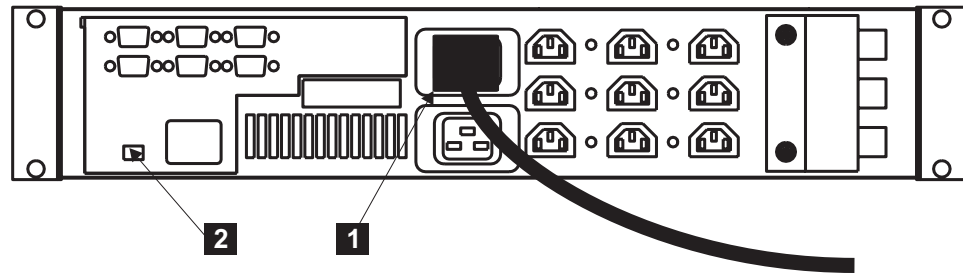

図 168. 2145 UPS 電源ケーブルの取り付け
9. 2145 UPS の後部で、2145 UPS の主電源ケーブルを電源ソケット **1** (図 168) に差し込みます。